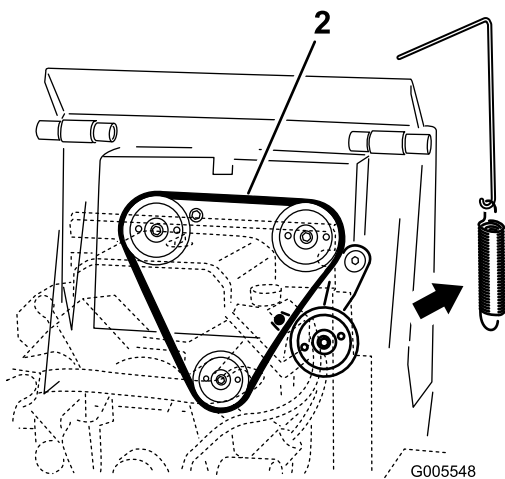

Figura 47
4. Rimuovete la molla della puleggia tendicinghia dal gruppo della puleggia tendicinghia (Figura 47).
6. Montate una nuova cinghia di trasmissione attorno alle tre pulegge (Figura 47).